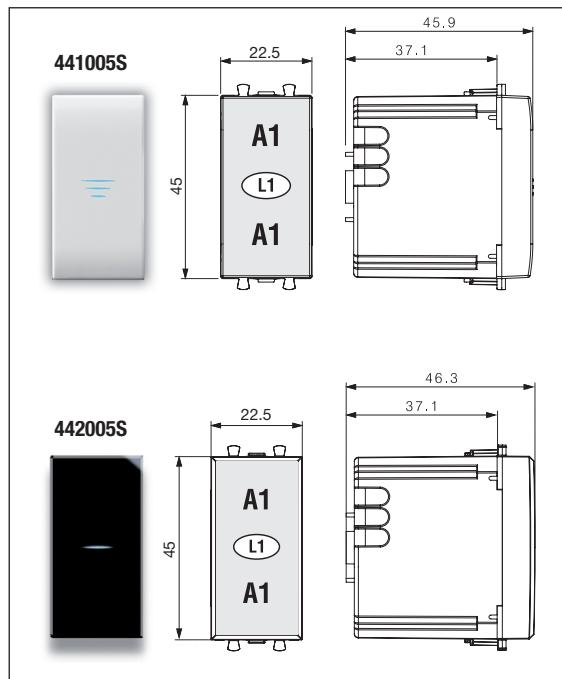

Fig. 1
- Sensitive front area: the entire front of the apparatus (see fig. 1 area A1)
- Command: rest the finger gently on the plate near the entire front of the device (see fig. 1)
- Front Led (L1) for locating in the dark (see fig. 1): when the hand approaches the LED emits a brighter light.
- Zone frontale sensible: toute la face avant de l'appareil (voir fig. 1 zone A1)
- Commande: en appuyant légèrement le doigt sur la plaque en correspondance de toute la face avant du dispositif (voir fig. 1)
- Led frontal (L1) pour repérage dans l'obscurité (voir fig. 1): lorsque l'on approche la main, le led émet une lumière plus intense.
- Área frontal sensible: todo el lado frontal del aparato (véase fig. 1 área A1)
- Mando: rozando levemente el dedo sobre la placa en correspondencia de toda la parte frontal del dispositivo (véase fig. 1)
- Led frontal (L1) para localización en la oscuridad (véase fig. 1): en el momento del acercamiento de la mano el led emite una luz más intensa.